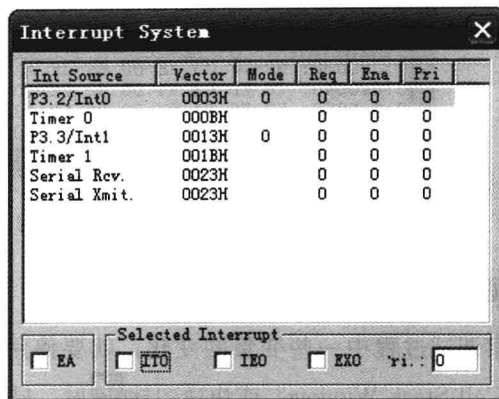

图 1-16 中断系统对话框
(1) Interrupt: 用于显示或控制 51 系列单片机中断系统的状态,如图 1-16 所示。